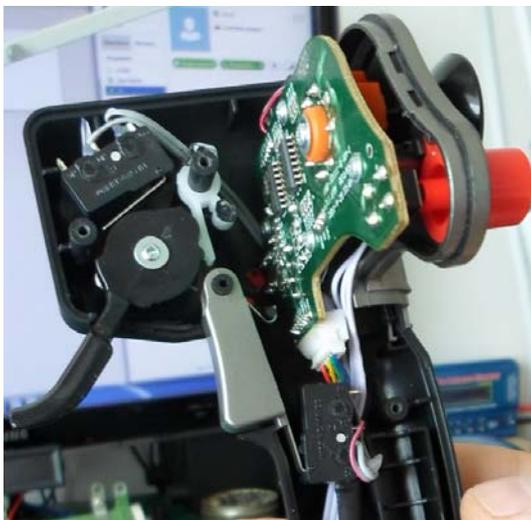

Рис. 3.5.
3. Уложите жгуты установленного переменного резистора, кнопки нижнего курка и контроллера таким образом, чтобы они располагались под кнопкой основного курка ClusterFire™. Особое внимание необходимо обратить на то, чтобы жгуты не пережимались элементами корпуса ручки (рис. 3.5). Жгуты не должны препятствовать свободной посадке кнопки курка на штатное место.